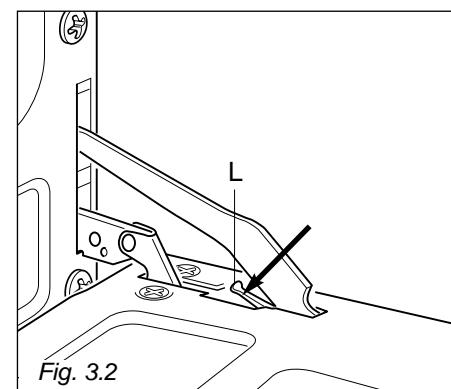

Fig. 3.2
- Empurre para baixo a alavancas de engate "L" (Fig. 3.2) e mantendo-a nesta posição feche suavemente a porta para obter o bloqueio da dobradiça.